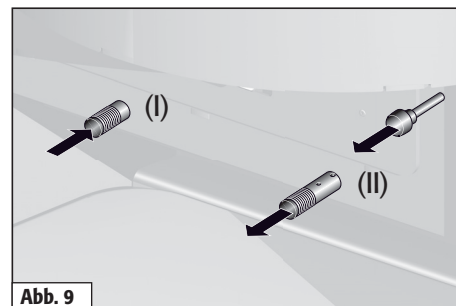

Abb. 9
| Sekundärluft einstellen.  | Sekundärluftschieber (II) zwischen Markierung 2 u. 3. (s. Abb.9) |